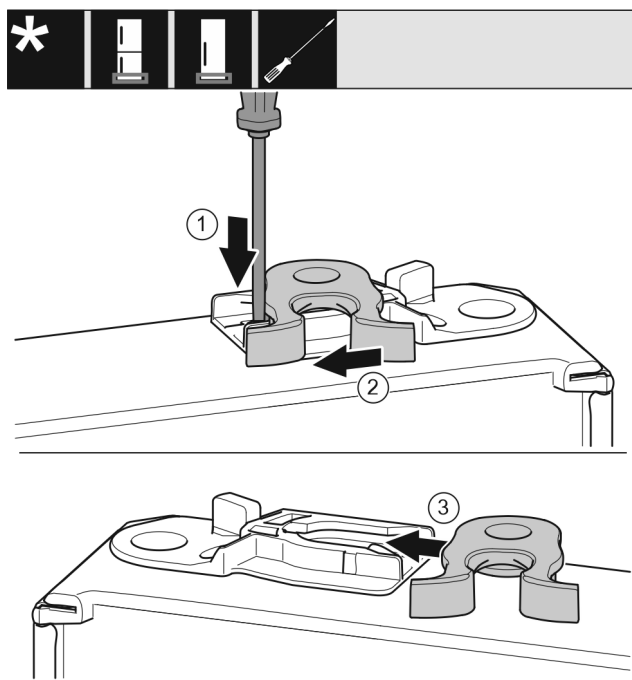

Fig. 23 *
- 用带槽螺丝刀向下按住接片 Fig. 23 (1)。*
- 将锁钩 Fig. 23 (2)从导向装置拉出。*
- 将另一侧的锁钩 Fig. 23 (3)推入导向装置。*